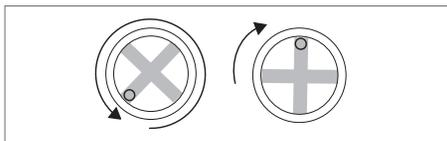

图 7.1: 微调中档设置
1. 在断电状态下,选择人工安装模式(DIP6设为OFF)。预设 DIP1、2、3为OFF, DIP4、5为ON。微调设置为中档(用一字螺丝刀先逆时针将旋转到底,再顺时针135°转平即可),如下图7.1。